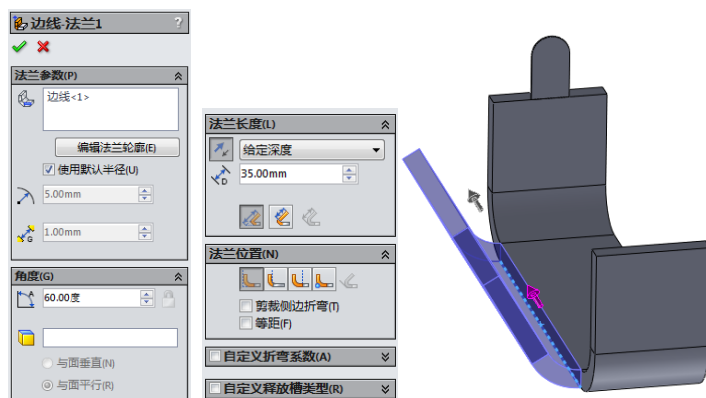

图 7-13 添加边线法兰
(1) 单击“钣金”工具栏中的“边线法兰”按钮，或执行“插入”→“钣金”→“边线法兰”菜单命令。系统打开“边线法兰”属性管理器，如图 7-13 所示。单击鼠标选择钣金零件的一条边，在属性管理器的选择边线栏中将显示所选择边线，如图 7-13 所示。